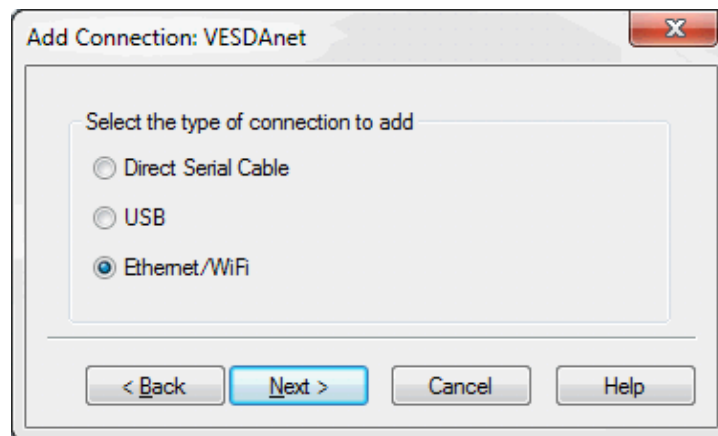

Figure 5-5: Sélectionner Ethernet
1. Sélectionnez **Ethernet / WiFi**, puis **Suivant** (Figure 5-5).